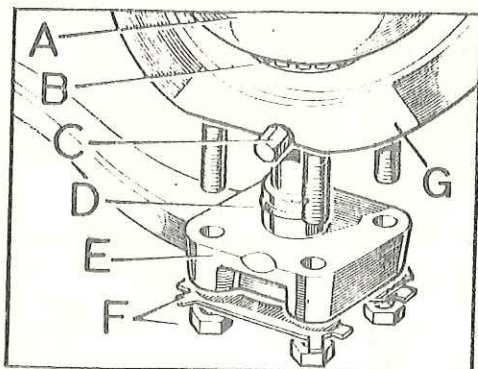

Fig. F-38 Brazo de acoplamiento y - conjunto del pivote
- 3.5. Situar el cojinete cónico de rodillos, B (Fig. F-38) en su alojamiento de la parte inferior del cárter del pivote, G y la caja del alojamiento del pivote, A, dentro del cárter.